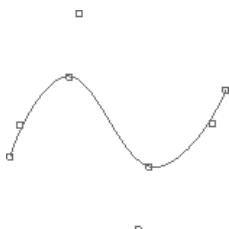

图 3.2.21 开放的（显示通过点和控制点）
- ◆ 选取  Open End with Fit and Control Points 选项，则此时的样条如图 3.2.21 所示。